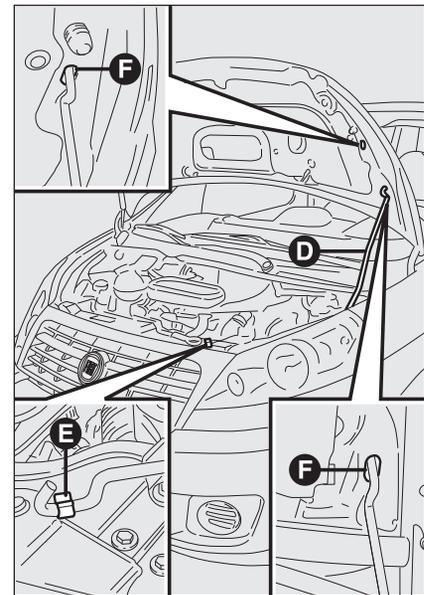

fig. 107
- sollevare il cofano e contemporaneamente liberare l'asta di sostegno **D-fig. 107** dal proprio dispositivo di bloccaggio **E**;
- inserire l'estremità dell'asta **D** in una delle due asole di ritegno **F-fig. 107** del cofano motore.